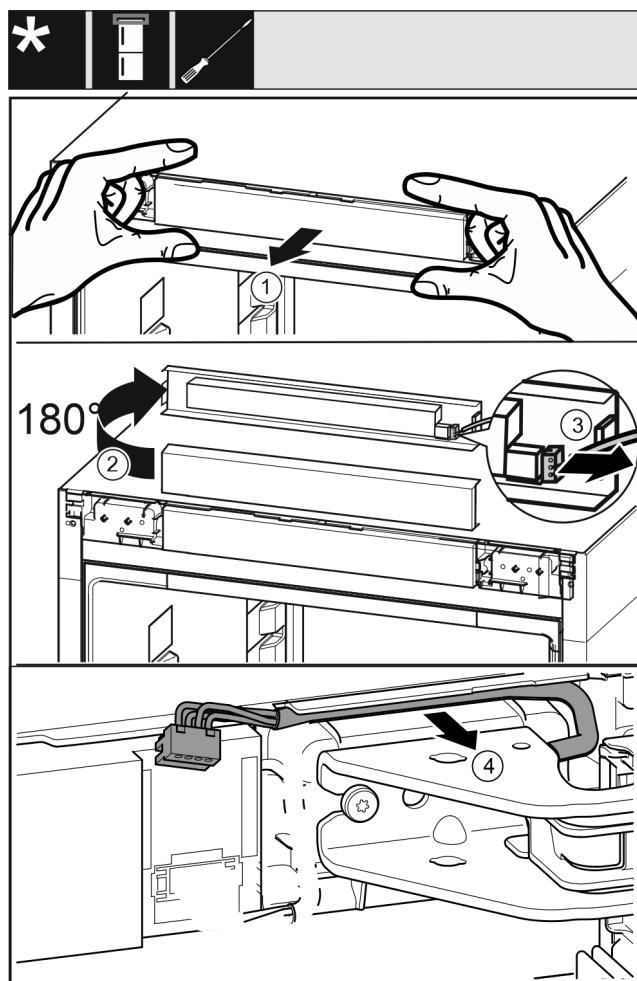

Fig. 22
- Désolidariser avec précaution le panneau de commande Fig. 22 (1) vers l'avant.
- Tourner le panneau de commande Fig. 22 (2) de 180° vers le haut.
- Pousser l'ergot Fig. 22 (3) vers l'arrière et retirer avec précaution le connecteur.
- Désolidariser avec précaution le câble Fig. 22 (4) du guide par le biais du support de palier.